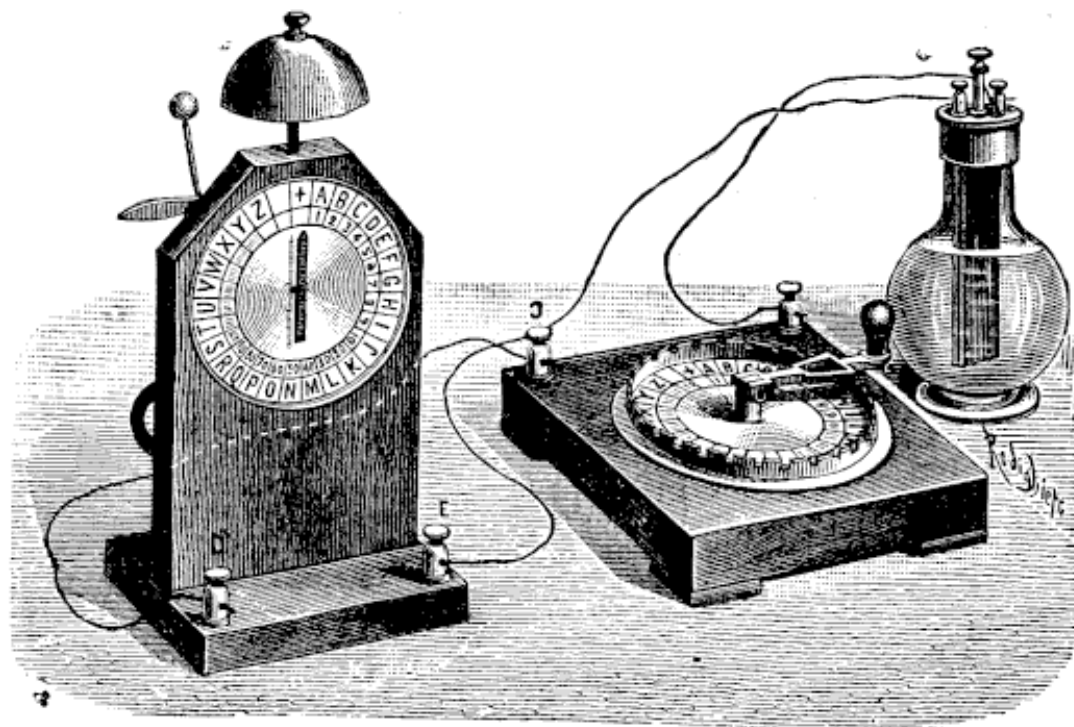

Fig. 236.
- 671 A. **Télégraphe Breguet**, à alphabet usuel (fig. 236) complet dans une boîte avec pile bouteille 25 fr.